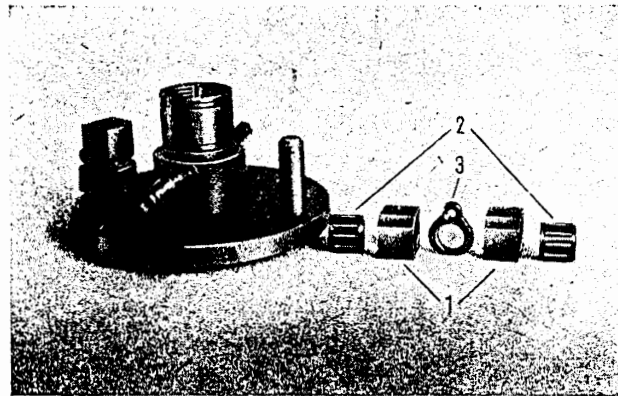

Bild M 193. Gleitsteine abnehmen
8. Gleitsteine mit Nadellager und Zugring abnehmen (Bild M 193).